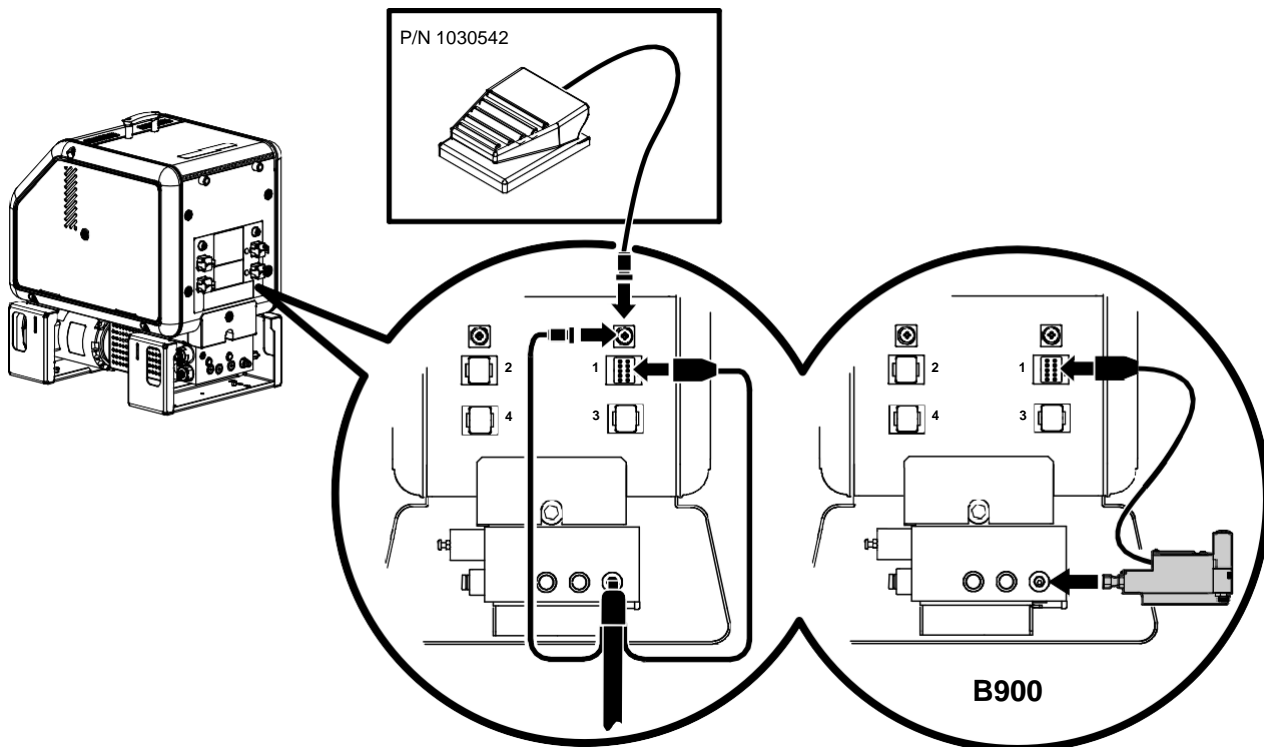

Figura 3-9 Conectando uma mangueira manual, de pedal, ou uma pistola elétrica B900N
Ver a Figura 3-9.
- Ver a Figura 3-9. A pistola elétrica B900N pode ser conectada diretamente no coletor. O parâmetro operacional 12 ou 13 deve ser habilitado se uma B900N for conectada. Ver o Apêndice B, *Parâmetros Operacionais*.